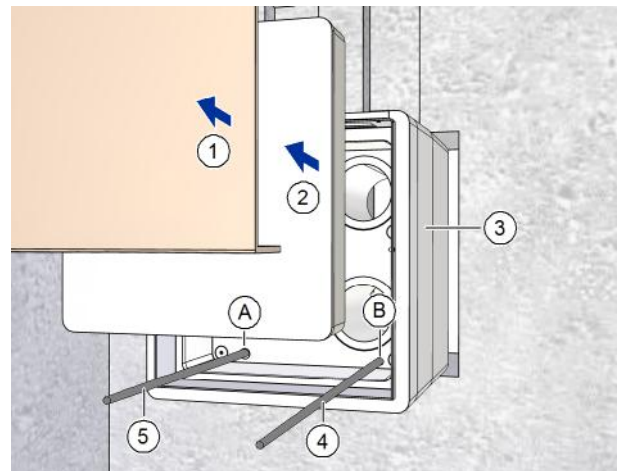

Abb. 18: Mauerkasten einsetzen
- ▶ Entfernen Sie den Putzschutzdeckel (Pos. 1 in Abb. 18) und den Schutzdeckel (Pos. 2 in Abb. 18) vom Mauerkasten (Pos. 3 in Abb. 18).
- ▶ Fädeln Sie das Netzkabel (Pos. 5 in Abb. 18) durch die Bohrung A (Pos. A in Abb. 18).
- ▶ Durchstoßen Sie ggf. mit einem Schraubendreher die verschlossene Bohrung B (Pos. B in Abb. 18).
- ▶ Fädeln Sie ggf. das Steuerkabel (Pos. 4 in Abb. 18) durch die Bohrung B (Pos. B in Abb. 18).
- ▶ Schieben Sie den Mauerkasten (Pos. 3 in Abb. 18) vollständig in den Mauerdurchbruch.